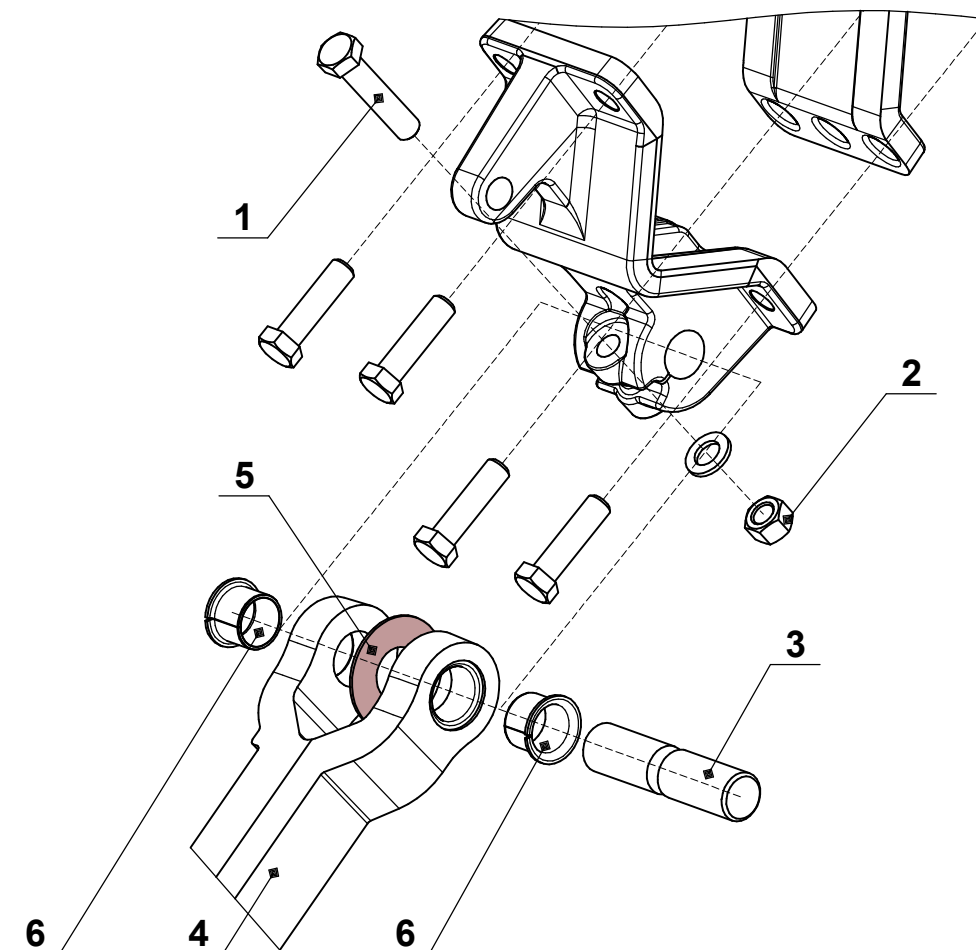

Рис.2.8 - Замена втулок шарнира рычага сошника посевного комплекса FEAT AGRO серии «N-6000» / «N-7000» / «N-8000» / «N-9000» / «N-10500» / «N-12000».
1. Снимите крепёжные детали (поз.1 и 2 рис.2.8) и извлеките шарнирный палец (поз.3 рис.2.8) из рычага (поз.4 рис.2.8). Оставьте упорную шайбу (поз.5 рис.2.8).
2. Извлеките прежние втулки (поз.6 рис.2.8) из рычага.
Упорную шайбу (поз.5 рис.2.8) необходимо устанавливать с той стороны рычага, где находится режущий нож между литым хомутом и рычагом
5. Установите крепёжные элементы (поз.1 и 2 рис.2.8) и затяните их согласно таблице 1.8.